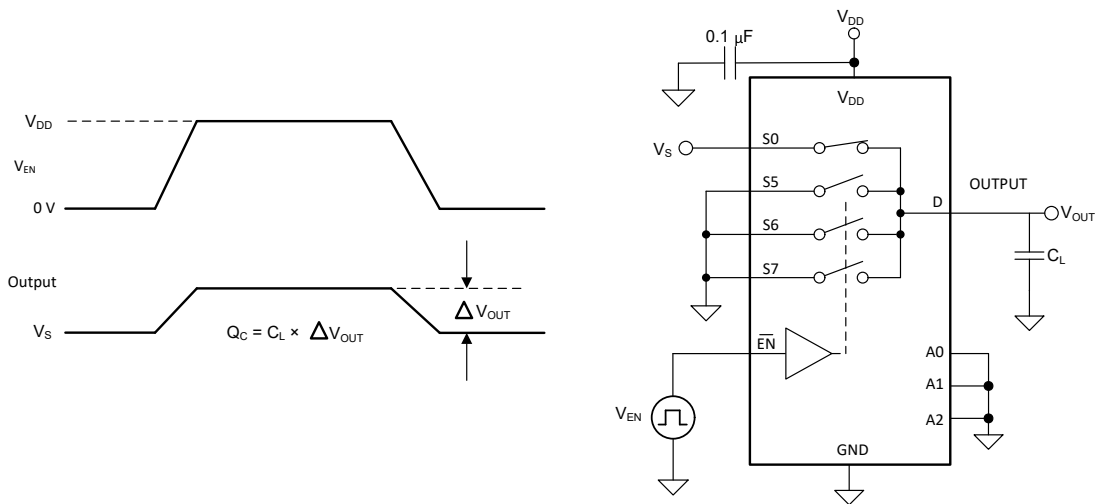

图 6-8. 电荷注入测量设置
NMOS 和 PMOS 晶体管之间电容的任何不匹配都会导致在栅极信号的下降沿或上升沿期间向漏极或源极注入电荷。注入器件源极或漏极的电荷量称为电荷注入，用符号 Q_C 表示。图 6-8 展示了用于测量从源极 (S_x) 到漏极 (D) 的电荷注入的设置。